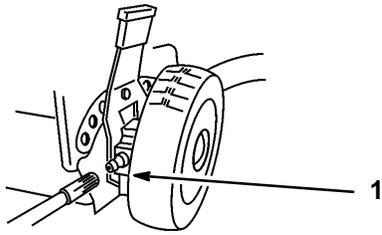

Figure 25
1. Essuyer les graisseurs des réglages de hauteur de coupe arrière (Fig. 25) avec un chiffon propre.